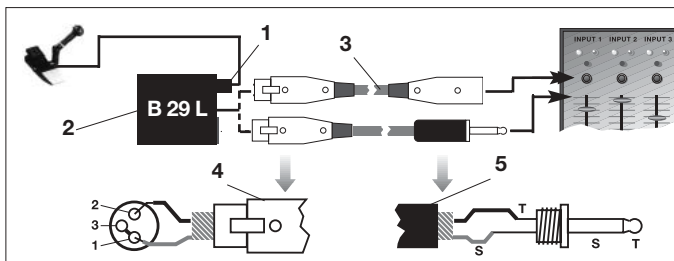

Abb. 3: Anschluss-Schema mit B 29 L
2.3 C 418^{III} L 2.3.1 Anschluss mittels B 29 L Siehe Abb.3.
Siehe Abb. 3. 2. Verbinden Sie das B 29 L (2) mit dem gewünschten Eingang.
- Zum Anschluss an einen symmetrischen Eingang verwenden Sie ein handelsübliches XLR-Kabel (3).